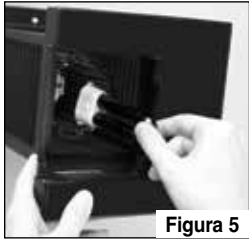

Figura 5
4. Inserte la bombilla nueva asegurándose que esté colocada correctamente en el portalámparas.(Figura 5)